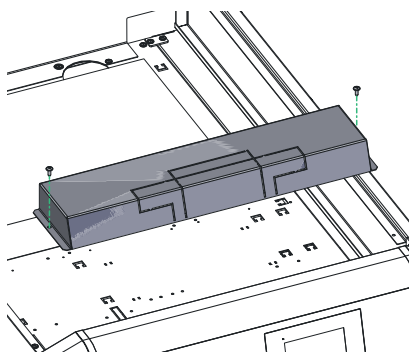

Fig. 49 Rimuovere il coperchio dei morsetti di collegamento
- ▶ Allentare 2 viti della copertura dei morsetti di collegamento e staccare la copertura verso l'alto – Fig. 49.